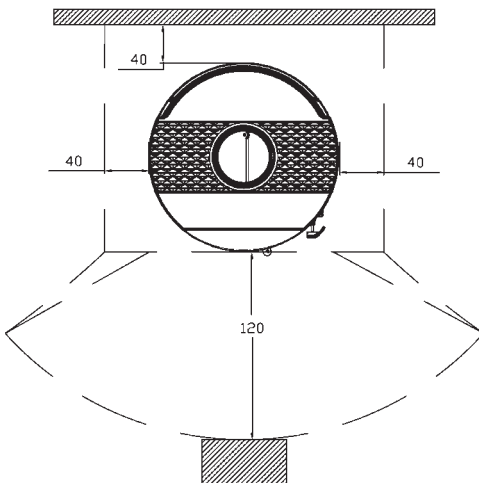

Bild 4A
a) um genügend Wärmeisolation zu sichern, sind die minimalen Sicherheitsentfernungen der hinteren und seitlichen Fläche von entflammaren Gegenständen, d.h. von feueranfälligen Gegenständen (Möbel, Holzflächen, Stoffe usw.) zu beachten (siehe Bild 4A). Alle minimalen Sicherheitsentfernungen stehen auf dem Produkt und dürfen NICHT geändert werden.